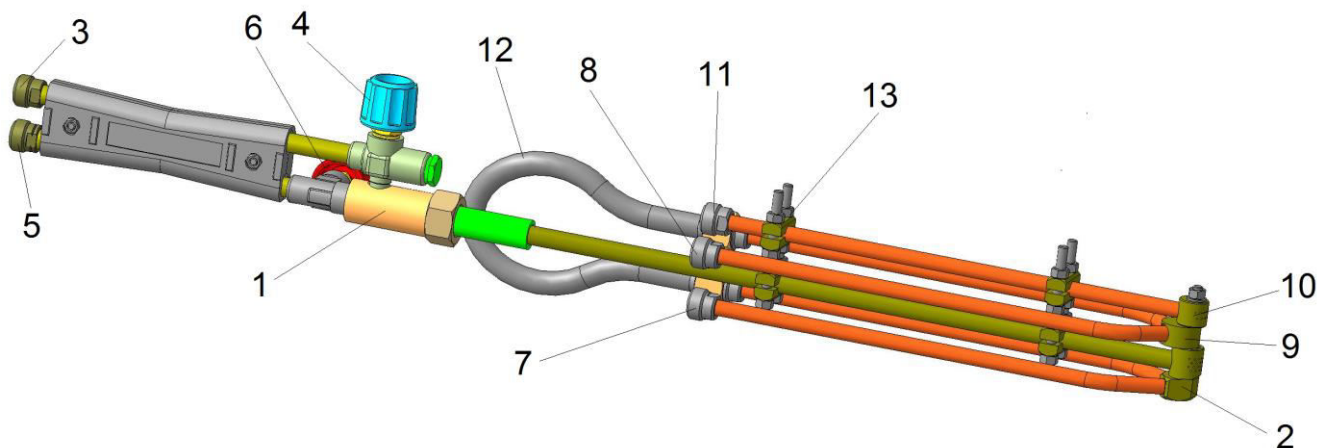

Рис.1. Горелка ГП-3з Шкив 30
4.1 Горелка (рис.1) состоит из ствола 1 и газопламенного наконечника 2 присоединенного с помощью накидной гайки. Наконечник включает в себя трубку, смеситель со съемными инжекторами и мундштуком. Мундштук имеет систему газопламенных сопел и встроенную водяную рубашку охлаждения.